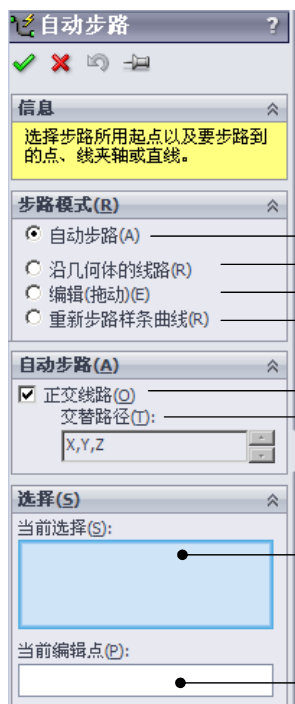
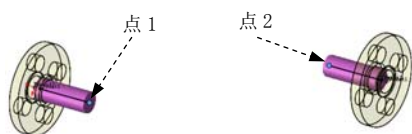

图 11.3.10 “自动步路”对话框
图 11.3.11 选择自动步路点
Step5. 自动步路。选择 **管道设计** 功能选项卡中的 **自动步路 (A)** 命令，系统弹出图 11.3.10 所示的“自动步路”对话框；选取图 11.3.11 所示的点 1 和点 2 为当前需要自动步路的点；单击 **✓** 按钮，完成自动步路的定义。